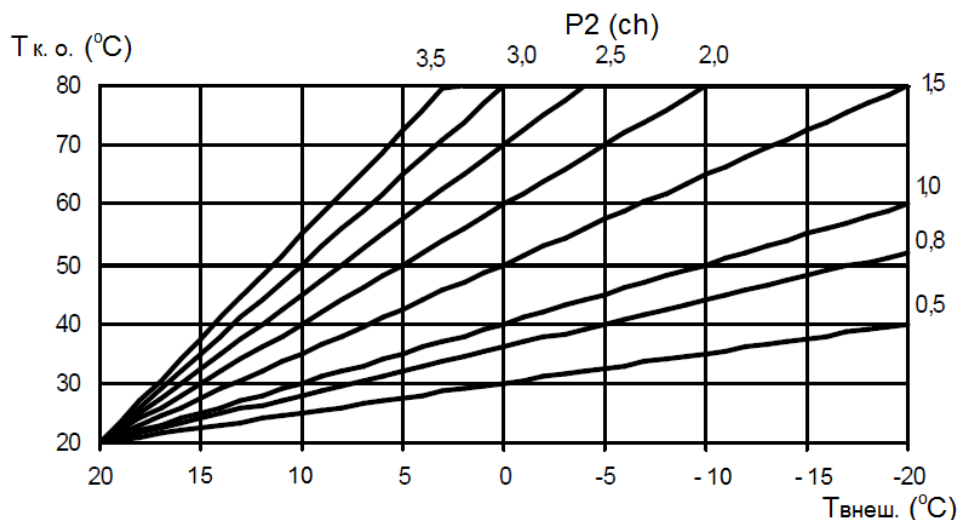

Рис. 3 График зависимости температуры в контуре отопления от внешней температуры при комнатной температуре 20 °C
- с помощью изменения значений параметра P2 подобрать наиболее оптимальную температуру теплоносителя в контуре отопления (см. рисунок 3, стр. 8).